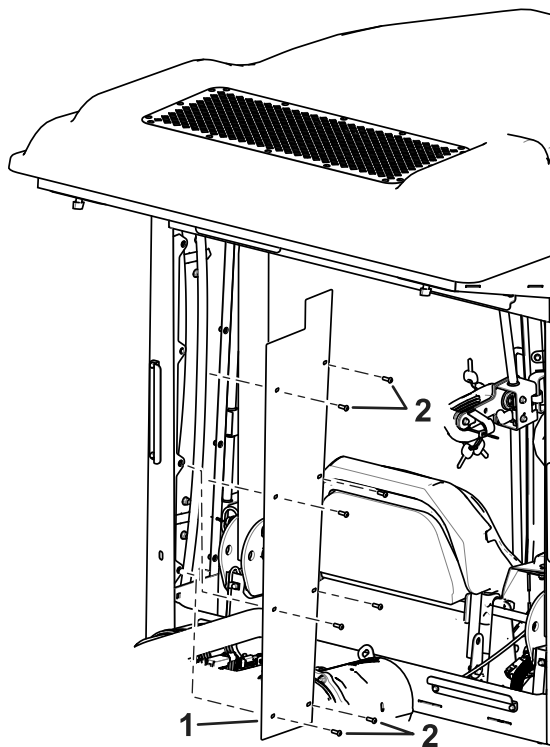

Figura 10
1. Retire los paneles derecho e izquierdo del interior de la cabina, como se muestra en la Figura 10.